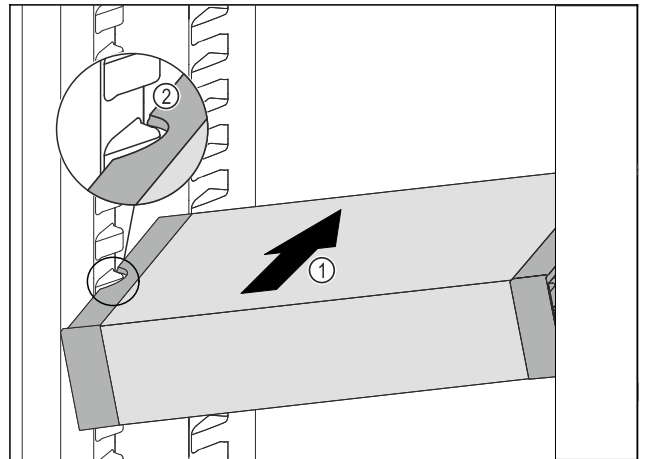

Fig. 63
- ▶ Вставити VarioSafe під кутом в охолоджувальне відділення Fig. 63 (1), доки бокові поглиблення Fig. 63 (2) VarioSafe не будуть на рівні ребра для резервуара в охолоджувальному відділенні.